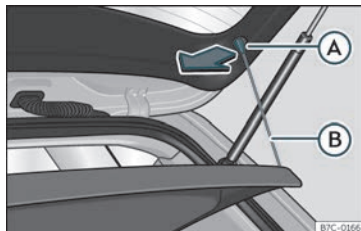

Fig. 105 No maleteiro: desmontar e montar a bandexa.
- Desenganche os tirantes de suxeición >>> **fig. 105** (B) dos aloxamentos (A).
- Enganche os tirantes de suxeición >>> **fig. 105** (B) no portón traseiro.